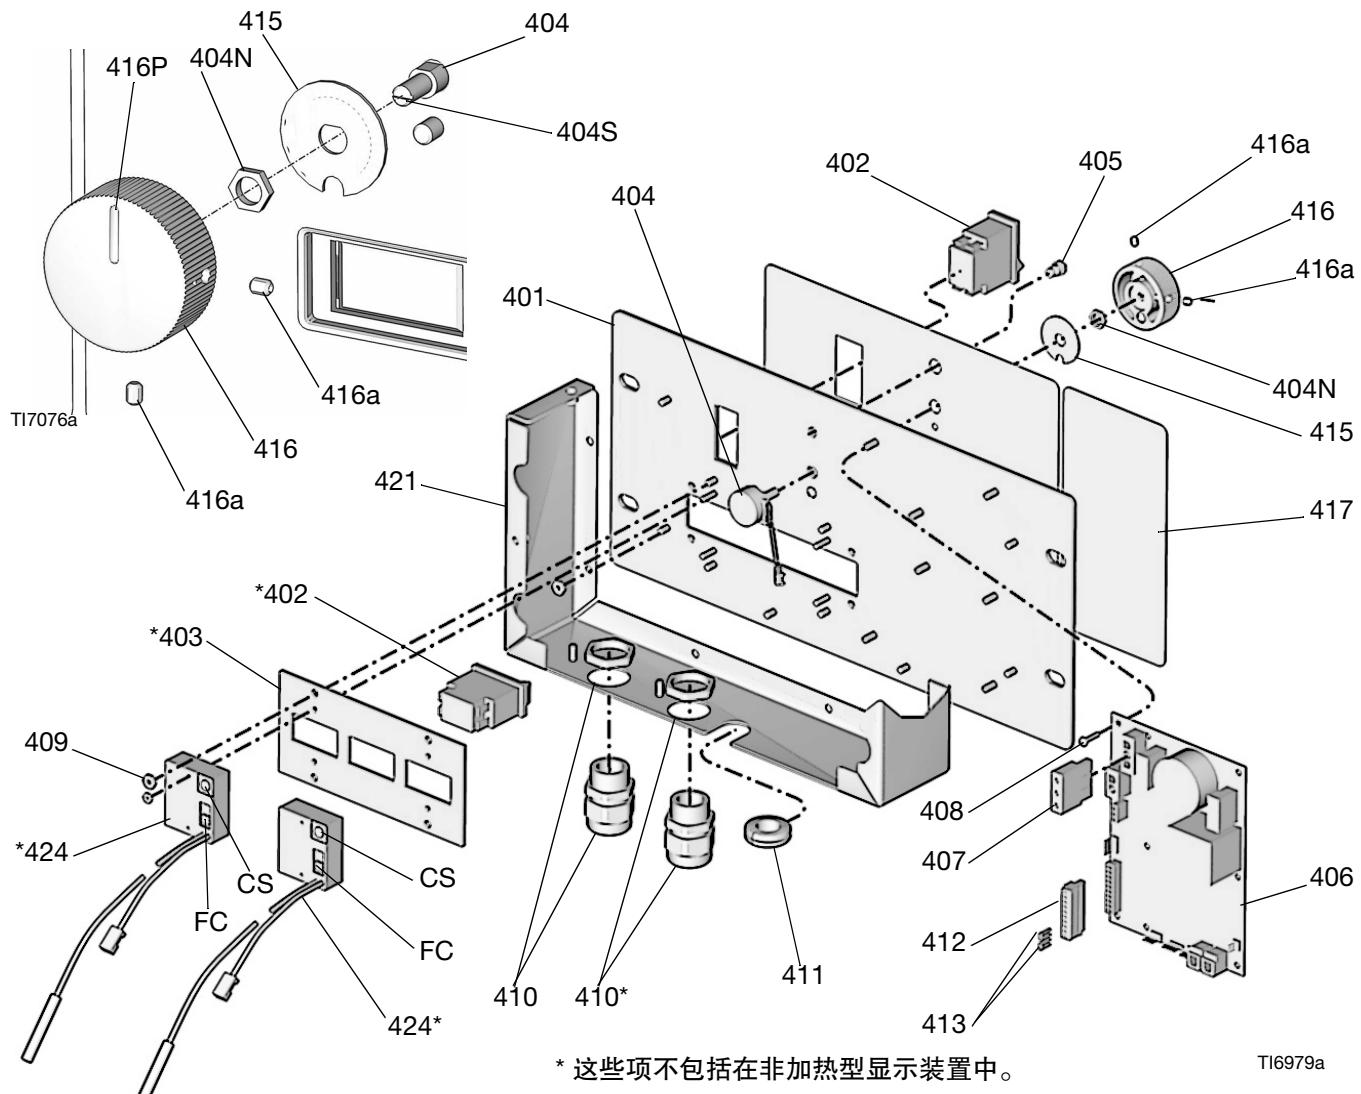
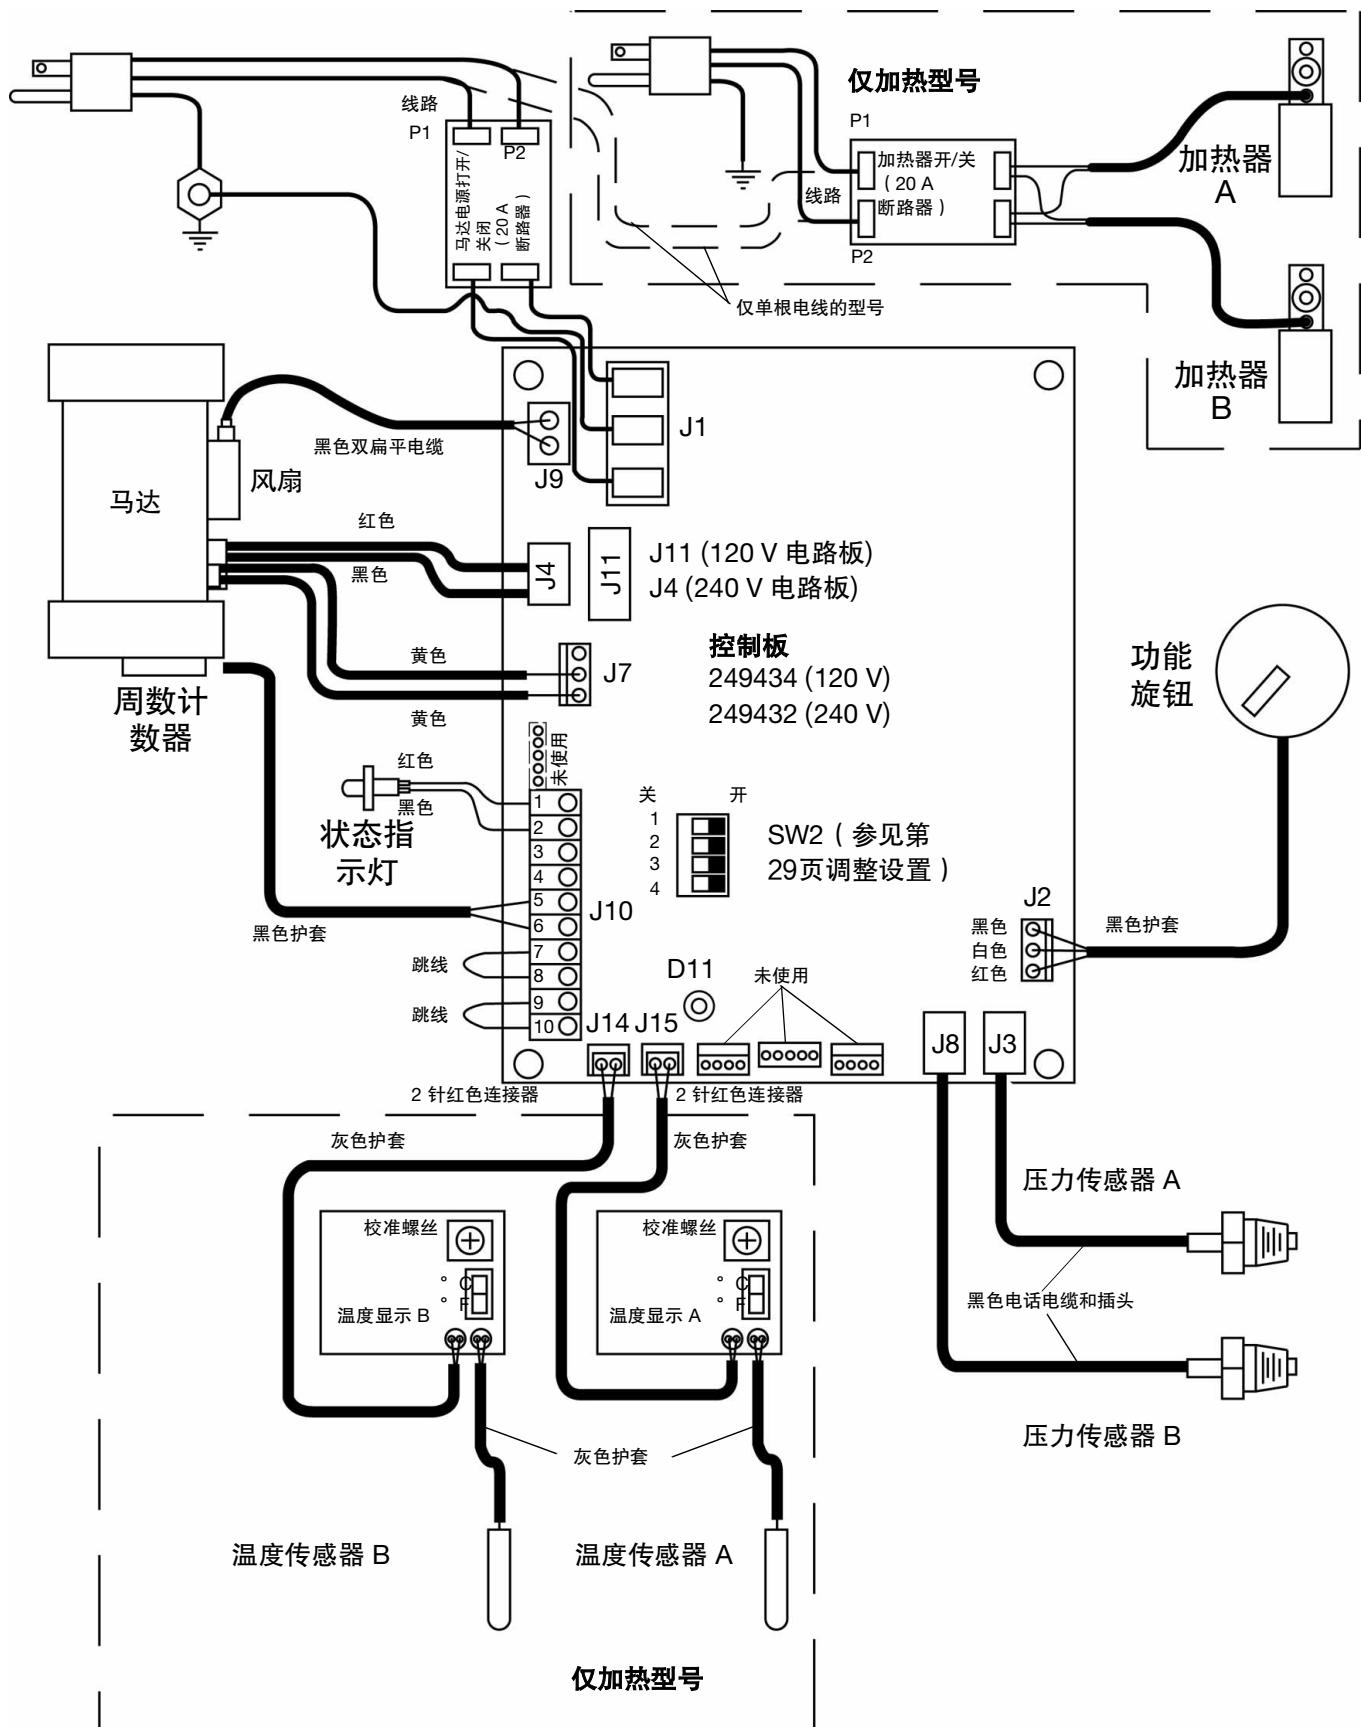

图 13 控制组件（所示为加热型）
图 14 控制组件接线连接
2. 卸下控制组件背面的检修口盖 (39)。
3. 参见图 13 (第 39 页)。找到位于每个温度显示板右边的滑动开关 (FC)。设备发货时设置为 °F (向下)。将两个开关都向上拨，可更改为 °C。
1. 卸下控制组件背面的检修口盖 (39)。
2. 参见图 13 (第 39 页)。找到位于每个温度显示板右上角的校准螺丝 (CS)。稍微旋转螺丝以校正温度显示。
3. 卸下控制组件背面的检修口盖 (39)。
4. 将电位器接线从马达控制板 (406) 上的 J2 处断开。参见图 14（第 41 页）。
5. 参见图 13. 卸下两个定位螺丝 (416a)，将功能旋钮 (416) 拉离电位器 (404) 轴。
6. 卸下螺母 (404 N) 和锁动板 (415)。
7. 按相反的顺序安装新电位器 (404)。调整电位器，使槽 (404S) 成水平位置。调整旋钮 (416)，使指示标记 (416P) 朝上。将旋钮装到轴上，使槽 (404S) 与旋钮的定位销啮合。在拧紧定位螺钉 (416a) 之前将旋钮推到顶在轴的棘爪弹簧上。
8. 按照第 41 页的图 14 所示，将电位器导线重新连接到 J2。
板上有一个 LED 红色指示灯 (D11)。要检查时必须接通电源。位置参见图 14。其功能为：
(参见图 14)**
参见图 14 (第 41 页)。调换 A 和 B 的连接，并检查状态代码是否跟随指示损坏的传感器。参见**状态代码 3：传感器 A 故障**，第 30 页。
9. 连接电路板上的传感器电缆，参见第 41 页的图 14。
如果马达未被泵锁住，可以用 9 V 电池进行测试。打开循环阀，断开控制板上 J4 或 J11 的连接，参见第 41 页的图 14。将电池的引线与马达的接线相接触。马达应缓慢和平稳的转动。
- a. 在控制组件的背面找到控制板，参见第 41 页的图 14。
1. 从风扇 (202) 上断开风扇电缆(37)。打开马达电源，测试电缆连接器的线电压 (120 V 或 240 V)。
2. **如果电压正常，说明风扇有故障。卸下将风扇固定在护罩 (206) 上的螺钉。按相反的顺序安装新风扇。**
3. **如果电压不正常，检查风扇电缆在控制板 J9 处的连接，参见第 41 页的图 14。**